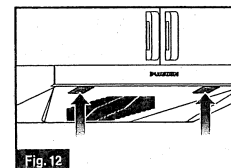
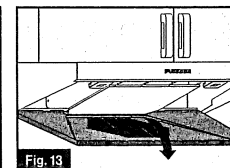

Fig. 12
Fig. 13
2. Soulevez le panneau du filtre des loquets arrière, puis posez-le sur une surface protégée. (Fig. 12 et Fig. 13)